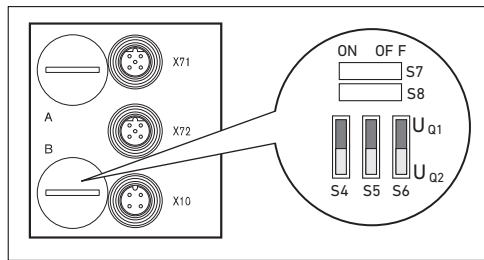

Fig. 9: Conmutador S4, S5, S6 para la asignación de la tensión de alimentación de válvulas (UQ1, UQ2)
Los conmutadores S4, S5 y S6 para la asignación de la alimentación de válvulas se encuentran bajo el racor PG B (véase Fig. 9). A cada conmutador se le ha asignado:
1. Abra la tapa roscada inferior **B** (véase Fig. 9 en la página 312).
2. Con ayuda de los conmutadores S4, S5 y S6, asigne a cada grupo de válvulas una de las dos tensiones de alimentación Uq1 ó Uq2 (véase Fig. 9 en la página 312 y Tab. 10).